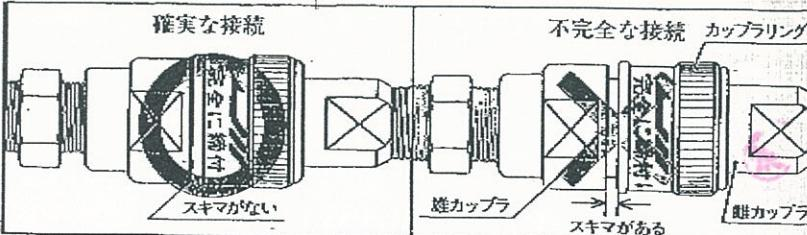

図 4
- 4.2 カップラの接続は確実に行なって下さい。不完全な状態で使用しますと、シリングのラムが上昇したまま、下がらなくなることがあります。 (図 4)